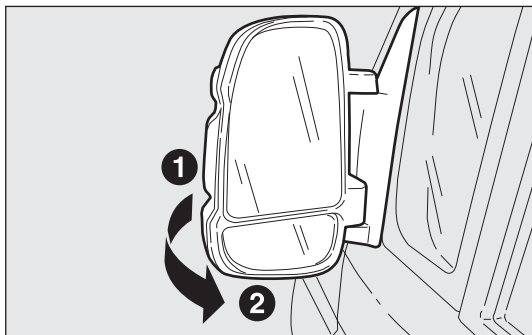

fig. 40
In caso di necessità (per esempio quando l'ingombro dello specchio crea difficoltà in un passaggio stretto) è possibile ripiegare gli specchi spostandoli dalla posizione 1-fig. 40 alla posizione 2.
**Durante la marcia gli specchi devono sempre essere in posizione 1-fig. 40.**